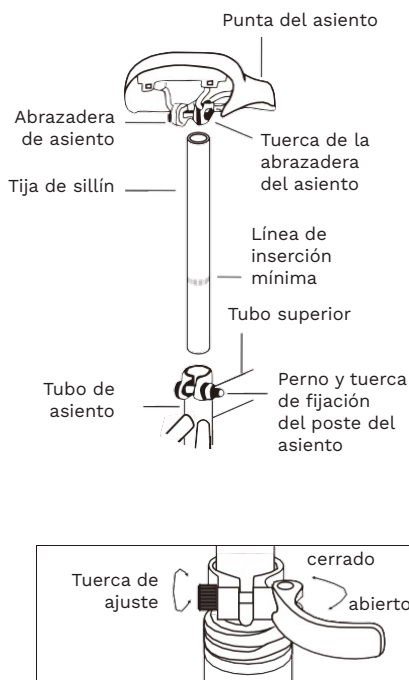

Fig.8: Apertura y ajuste de un cierre rápido
5. Abra la palanca de liberación rápida de la tija del sillín (Fig. 8). Inserte la tija en el tubo del sillín hasta que la línea de inserción mínima desaparezca.